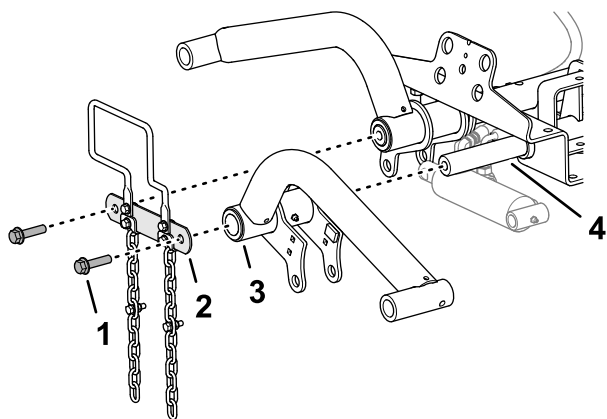

Figure 11
- Montez les bras de levage sur les axes de pivot, comme montré à la Figure 11.
- Fixez la biellette des axes de pivot sur les axes de pivot des bras de levage (Figure 11) à l'aide